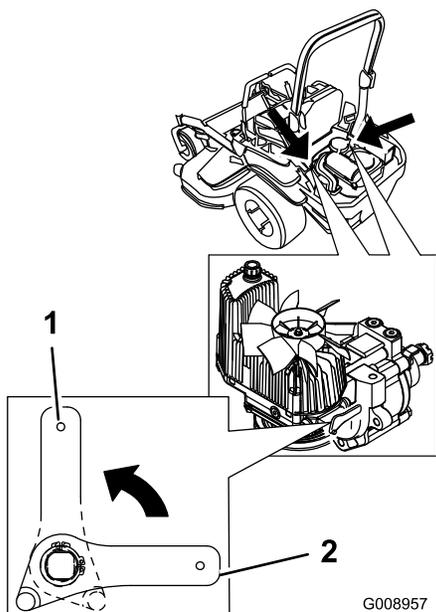

Figura 36
2. Ruotate verticalmente le leve delle valvole di rilascio per spingere la macchina (Figura 36).
4. Ruotate orizzontalmente le leve delle valvole di rilascio per guidare le macchine (Figura 36).